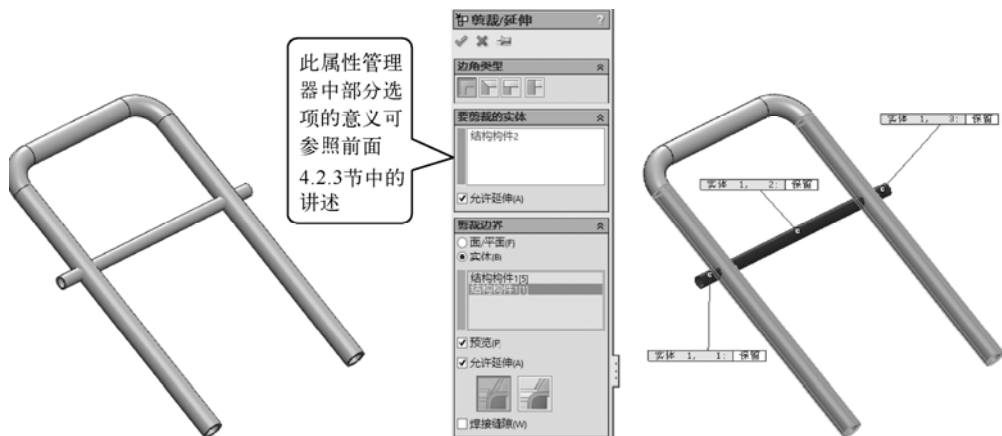

图 4-28 打开的素材文件、“剪裁/延伸”属性管理器和选择的剪裁实体和剪裁边界
STEP 1 打开本书提供的素材文件“剪裁延伸结构构件（素材）.SLDPRT”，如图 4-28 左图所示，然后单击“焊件”工具条中的“剪裁/延伸”按钮，打开“剪裁/延伸”属性管理器，如图 4-28 中图所示，使用系统默认的“终端剪裁”方式，选择素材文件中间细的结构构件为“要剪裁的实体”，选择两侧粗的结构构件为剪裁边界，如图 4-28 右图所示。
“剪裁/延伸”属性管理器，如图 4-28 中图所示，除了“终端剪裁”方式外右侧还有三种剪裁方式，这三种剪裁方式多用于结构构件的边角处理，其作用和意义可参照前面 4.2.3 节中的讲述。